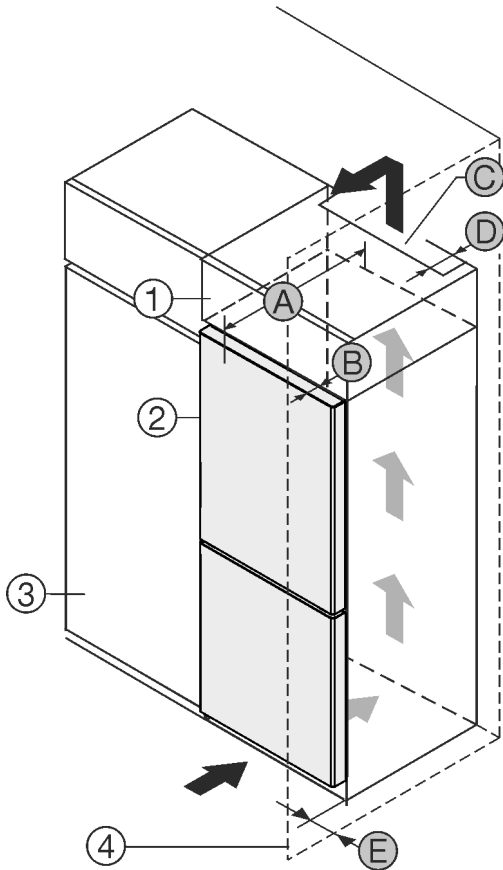

Fig. 1
- (1) Επικαθήμενο ντου - λάπι\*
- (2) Συσκευή\*
- (3) Ντουλάπι κουζίνας\*
- (4) Τοίχος\*
- (A) Βάθος συσκευής\*
- (B) Βάθος πόρτας\*
- (C) Διατομή αερισμού\*
- (D) Απόσταση πίσω πλευράς συσκευής\*
- (E) Απόσταση από το πλάι της συσκευής\*
Μπορείτε να τοποθετήσετε τη συσκευή ακριβώς δίπλα από το ντουλάπι κουζίνας Fig. 1 (3)\*
Στην πίσω πλευρά του επικαθήμενου ντουλαπιού πρέπει να υπάρχει ένα κενό εξαγωγής αέρα με βάθος Fig. 1 (D) σε όλο το πλάτος του επικαθήμενου ντουλαπιού.\*
Κάτω από την οροφή του δωματίου πρέπει να τηρείται η διατομή εξαερισμού Fig. 1 (C)\*
Εάν τοποθετήσετε τη συσκευή με τους μεντεσεδες δίπλα σε κάποιον τοίχο Fig. 1 (4), τότε πρέπει η απόσταση ανάμεσα στη συσκευή και στον τοίχο να ανέρχεται σε τουλάχιστον 13 mm.\*
Εάν τοποθετήσετε τη συσκευή με τους μεντεσεδες δίπλα σε κάποιον τοίχο Fig. 1 (4), τότε πρέπει η απόσταση ανάμεσα στη συσκευή και στον τοίχο να ανέρχεται σε τουλάχιστον 20 mm.\*
Για να μπορείτε να ανοίγετε τελείως την πόρτα, πρέπει η συσκευή να προεξέχει κατά το βάθος της πόρτας Fig. 1 (B) από την πρόσοψη του ντουλαπιού κουζίνας. Η συσκευή μπορεί να προεξέχει περισσότερο, ανάλογα με το βάθος των ντουλαπιών κουζίνας Fig. 1 (3) και την χρήση αποστατών τοίχου.\*